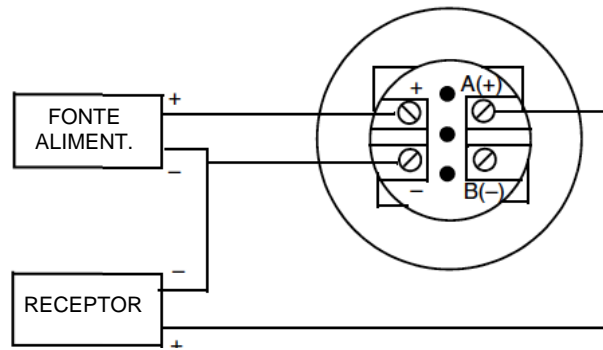
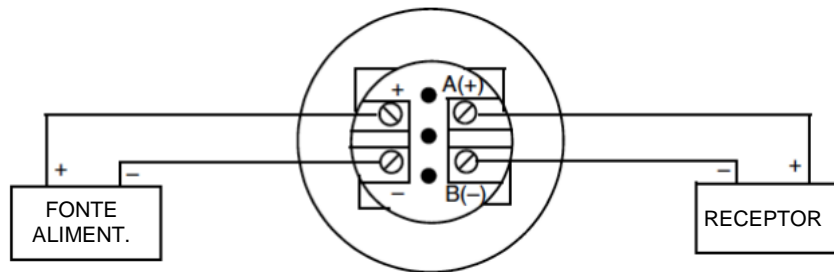

Figura 37. Conexão a Três Fios
Figura 38. Conexão de Quatro Fios
Para passagens curtas de fiação com baixa resistência, conexões de três fios (3-wire), conforme mostradas na Figura 37, podem ser utilizadas para minimizar custos com fiações. No entanto, uma queda de tensão no fio condutor da fonte de alimentação de energia provocará um erro no sinal de 1 a 5 V cc.
Para passagens de fiação com alta resistência devido a longas extensões ou outras razões para uma máxima precisão, uma conexão de quatro fios, conforme mostrada na Figura 38, pode ser empregada para fornecer isolamento de entrada-saída. Com a configuração de quatro fios (4-wire), uma queda de tensão no circuito de alimentação de energia não afeta a precisão das medições.
6. Conecte a fonte de alimentação e os receptores (tais como controladores, registradores, indicadores) conforme mostrado na Figura 37 ou na Figura 38. A fiação de circuito típica é mostrada na Figura 39.